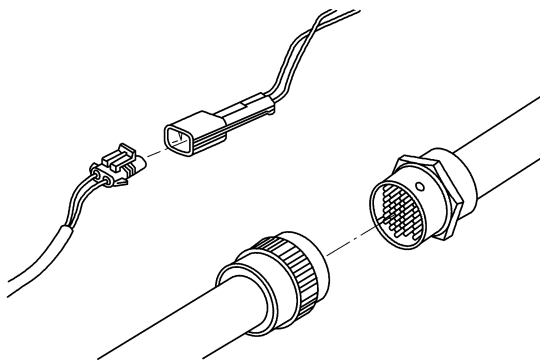

图 5-267 断开起动报警器，断开 31 针插头
(1) 电阻检查
① 断开钥匙开关, 从 OEM 线束上断开发动机起动报警器和 31 针插头, 如图 5-267 所示。